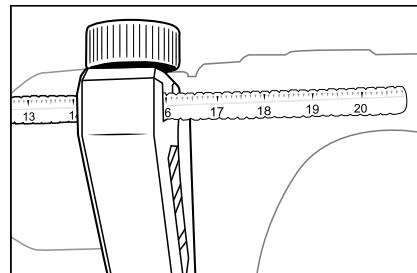

Fig. 1
- ◆ Løsn drejeskruen **⑪** til dybdeanslaget.
- ◆ Sæt dybdeanslaget **⑫** ind i ekstra-håndtaget **⑧**.
- ◆ Sørg for, at dybdeanslagets **⑫** tænder vender nedad.
- ◆ Træk dybdeanslaget **⑫** ud, indtil afstanden mellem borets **⑬** spids og dybdeanslagets **⑫** spids svarer til den ønskede boredybde.
- ◆ Du kan aflæse boredybden på dybdeanslaget **⑫**. Træk værdien fra, som vises på højre side af dybdeanslaget **⑫** (f.eks. 16 cm), fra enden af skalaen (20 cm). Boredybden er så 4 cm (se fig. 1).